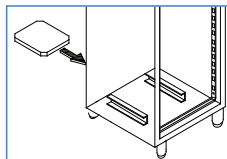

Рис. 3
- Ввести в соответствующие направляющие, расположенные в нижней части холодильника, лоток для стока конденсирующейся жидкости, а для аппаратов с автоматическим лотком – установить соединитель (**Рис.3**)